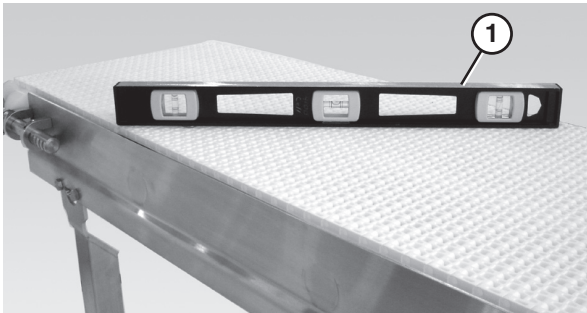

Abbildung 2
Der Förderer MUSS entsprechend den Toleranzen des Förderers gerade, eben und nivelliert montiert werden. Dabei ist eine Wasserwaage (Abbildung 2, item 1) zu verwenden.